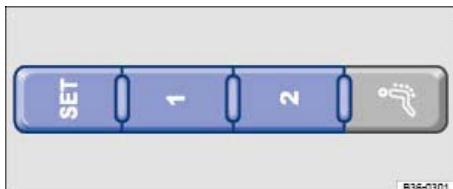

Abb. 70 Außen am Fahrersitz: Memorytasten.
- Taste **SET** länger als eine Sekunde drücken ⇒ Abb. 70 .
- Beliebige Memorytaste ⇒ *Abb. 70* drücken und bis zum Ende des Aktivierungsvorgangs gedrückt halten.
- Taste  ⇒ *Abb. 70* drücken und bis zum Ende des Deaktivierungsvorgangs gedrückt halten.